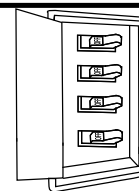

Fig. 1
1. Apague todos los disyuntores del circuito y el interruptor de pared a la línea de suministro de electricidad del ventilador. [Fig. 1]